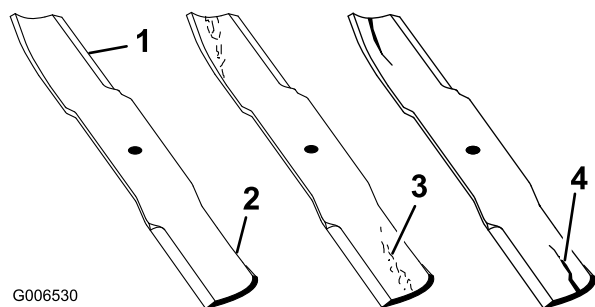

図 100
2. ブレードの切っ先を注意深く観察する特に、図 100に示す直線部と曲線部が交わる部分をよく観察する。
注 この、直線部と曲線部の交差域は、砂などによる磨耗が進みやすい部分なので、機械を使用する前によく点検することが必要である。磨耗が進んでいる場合にはブレードを交換する 図 100を参照。